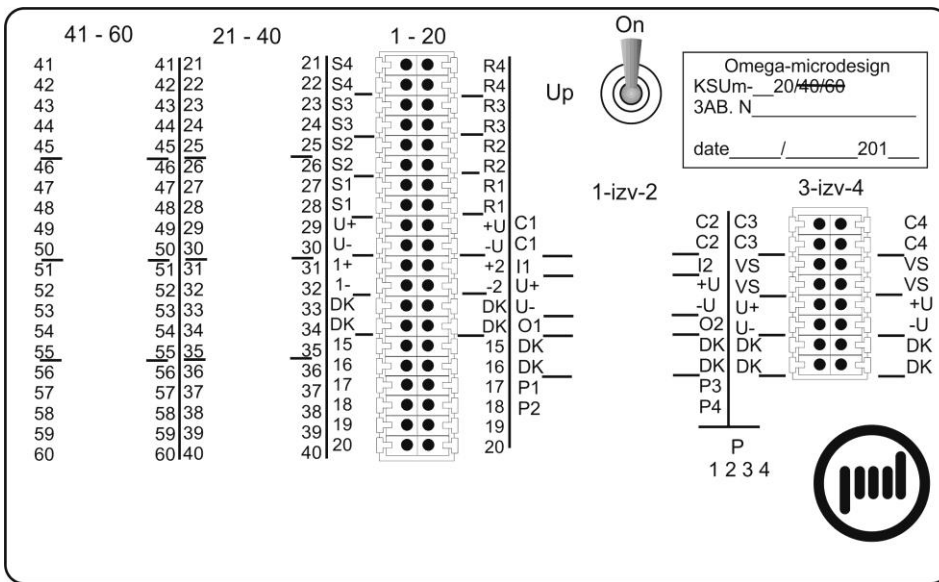

Рис.3
4.4. Ввод и подключение входного линейного кроссового кабеля (кабеля со стороны прибора приемно-контрольного, в дальнейшем ППК) в **КСУМ** произвести следующим образом: выкрутить зажимную гайку соответствующего гермоввода до полного освобождения уплотнительной прокладки (когда прокладка из «сжатого положения» перейдет в «нормальное», т. е. примет «правильную» форму). Конец кабеля пропустить в отверстия гермоввода, провода кабелей освободить от оболочки на 70 мм от конца, не нарушая изоляции проводящих жил, снять изоляцию с 5 мм токопроводящих жил. Закрутить зажимную гайку до обжатия прокладкой оболочки кабеля. В соответствии с кросс-схемой проекта, подключить токопроводящие жилы к зажимам на плате (см. рис.3, 4, 5 контакт раскрывается при нажатии на соответствующий рычажок). Проводник экранирующей оболочки лучше подключить к одному из свободных зажимов, обозначенным одинаковыми цифрами или буквами. К зажимам, транслирующим линии питания («±U») и дистанционного контроля («DK») подключить соответствующие проводники кабелей. Два шлейфа сигнализации от ППК используемые для ответвления в данном КСУМ подключить к зажимам «S3» и «S4». Остальные шлейфы сигнализации, транслируемые на другие извещатели, подключить к зажимам, обозначенным в схеме проекта или любым свободным зажимам. В случае необходимости, установить в зажимы «R3» и «R4» необходимые для ППК оконечные резисторы, при этом номиналы определяются сопротивлением, необходимым для поддержания **ДЕЖУРНОГО РЕЖИМА ППК**.
4.5. Ввод и подключение выходного линейного кроссового кабеля (кабеля со стороны других устройств или извещателей) в **КСУМ** произвести следующим образом: выкрутить зажимную гайку соответствующего гермоввода до полного освобождения уплотнительной прокладки (когда прокладка из «сжатого положения» перейдет в «нормальное», т. е. примет «правильную» форму). Конец кабеля пропустить в отверстия гермоввода, провода кабелей освободить от оболочек на 70 мм, не нарушая изоляции проводов, снять изоляцию на 5 мм с конца токопроводящих жил. Закрутить зажимную гайку до обжатия прокладкой оболочки кабеля. В соответствии с кросс-схемой проекта, подключить токопроводящие жилы к зажимам на плате (см. рис. 3...5 контакт раскрывается при нажатии на соответствующий рычажок). Проводник экранирующей оболочки подключить к